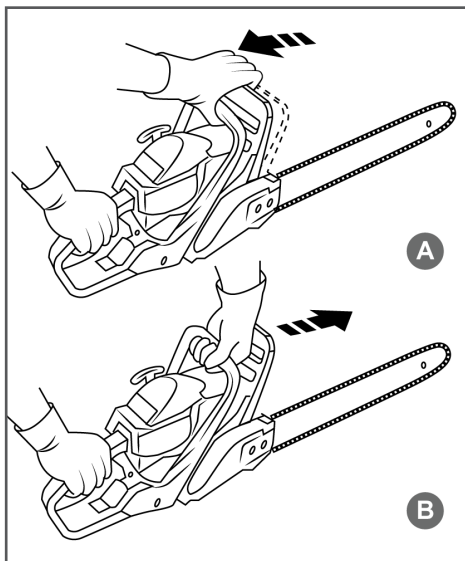

Рис. 7 Проверка механического тормоза цепи
Тормоз цепи выключен (цепь может вращаться), когда ручка тормоза взведена (Рис. 7А).
Тормоз цепи включен (цепь не имеет возможности вращаться), когда ручка тормоза находится в отжатом положении (Рис. 7В).
3. Используя тормоз цепи, переместить левое запястье от себя и нажать им на ручку тормоза, не отпуская рукой переднюю рукоятку пилы (Рис. 7В).
- Взведите ручку тормоза (Рис. 7А).
4. Убедитесь, что тормоз цепи включен (цепь заторможена), как показано на Рис. 7В.
*После запуска двигателя медленно выключите тормоз пильной цепи. Для этого потяните ручку тормоза на себя до щелчка (Рис. 7А).*